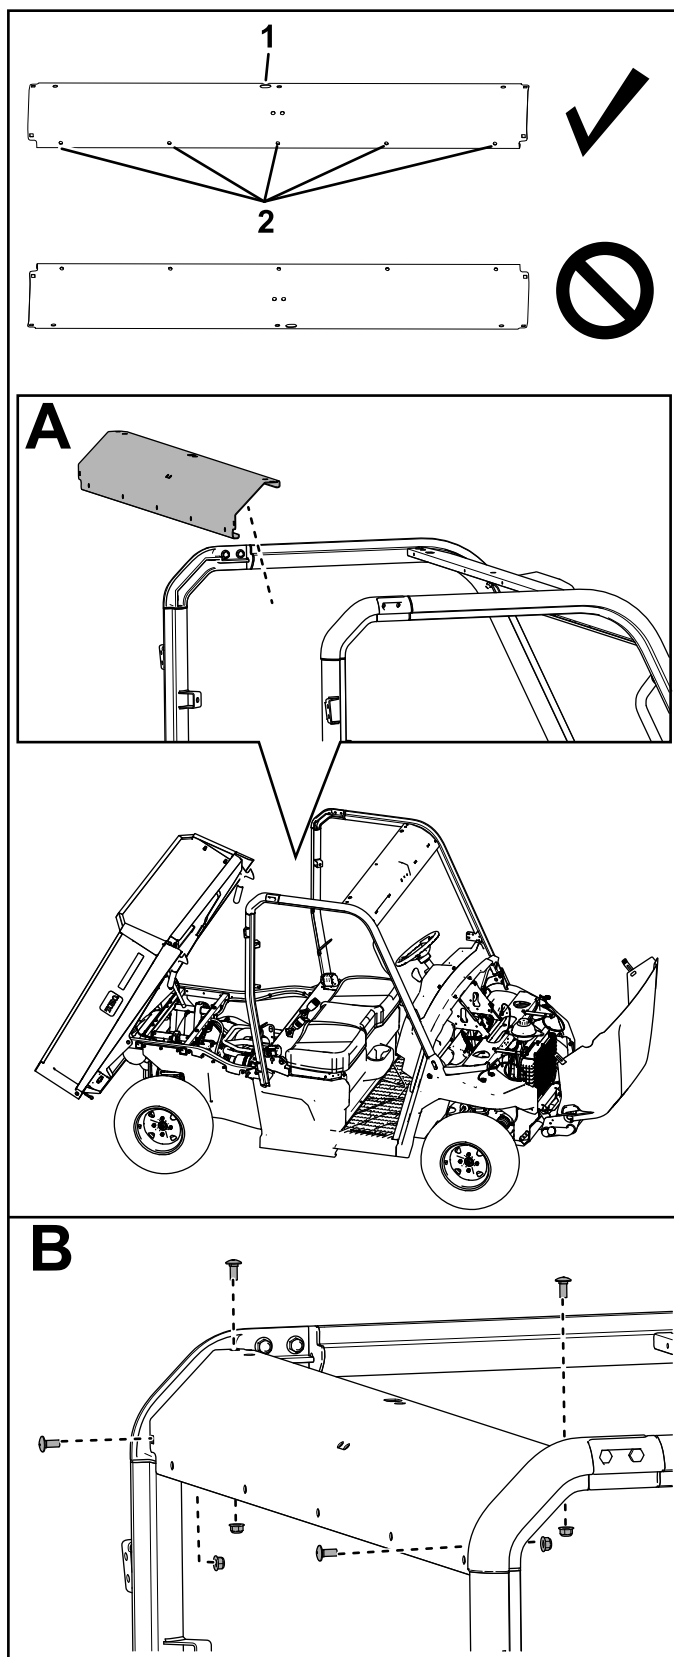

**Figura 16**
11. Fissate il collegamento trasversale anteriore ai gruppi barra rotazione anteriori utilizzando 4 bulloni a testa tonda (5/16" x 3/4") e 4 dadi di bloccaggio (5/16"), come illustrato nella Figura 16.